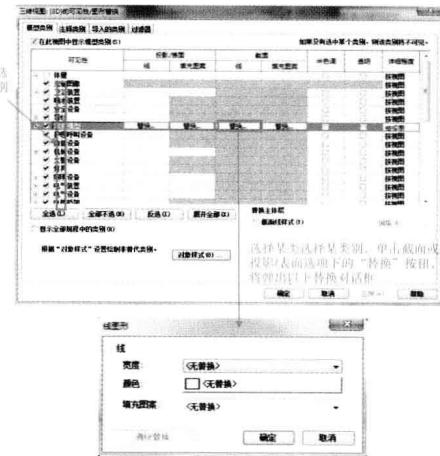

图 3-16
打开“可见性图形替换”对话框（如图 3-16 所示）。
(1) 从“可见性 / 图形替换”对话框中，可以查看已应用于某个类别的替换。如果已经替换了某个类别的图形显示，单元格会显示图形预览。如果没有对任何类别进行替换，单元格会显示为空白，图元则按照“对象样式”对话框中的指定显示。图元的投影 / 表面线和截面填充图案的替换，并能调整图元是否半色调、是否透明，及详细程度，在可见性中构件前打勾为可见，取消为隐藏不可见状态。如图 3-16 所示。